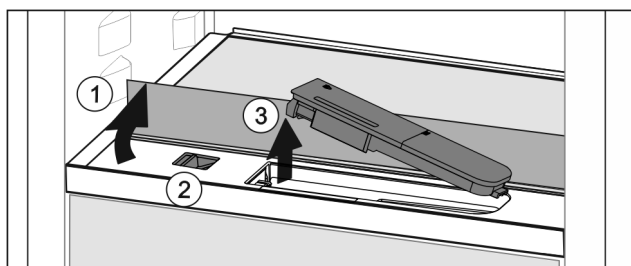

Fig. 35
- ▶ Підняти скляну панель і відкинути до упору назад *Fig. 35 (1)*.
- ▶ Посуньте повзунок *Fig. 35 (2)* уліво.
- ▶ Вийняти бак для води *Fig. 35 (3)*.